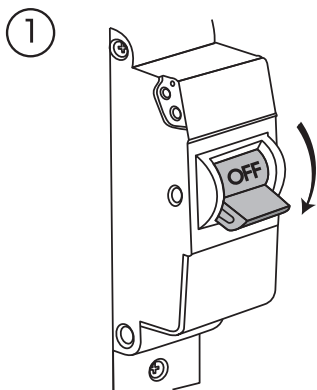

Рис. 5.
1. Отключить питание электросети (Рис. 5).